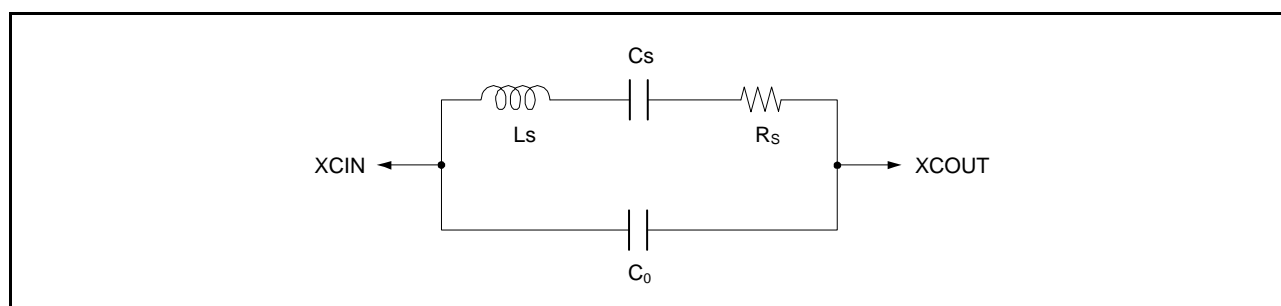

図 9.8 水晶振動子の等価回路
32.768kHz 水晶振動子の等価回路を**図 9.8** に示します。水晶振動子は**表 9.3** に示す特性のものを使用してください。